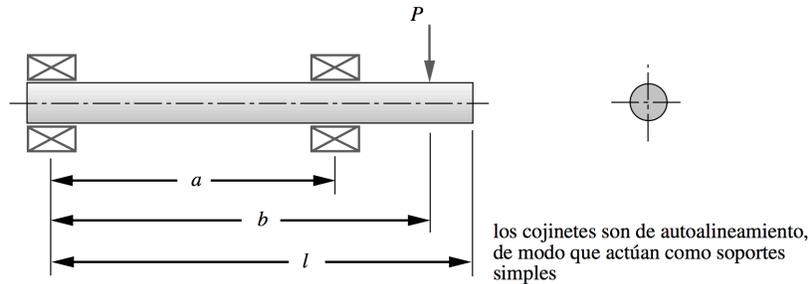

Figura 4: Problema 4: Una viga cargada
4. Una viga está soportada por cojinetes y cargada, como se muestra en la figura 4. Escriba un programa en MATLAB o PYTHON, o en su defecto una hoja de cálculo en EXCEL, para calcular las reacciones, así como para calcular y graficar las funciones de carga, fuerza cortante y momento. Pruebe el programa con los datos proporcionados en la tabla del problema 2.